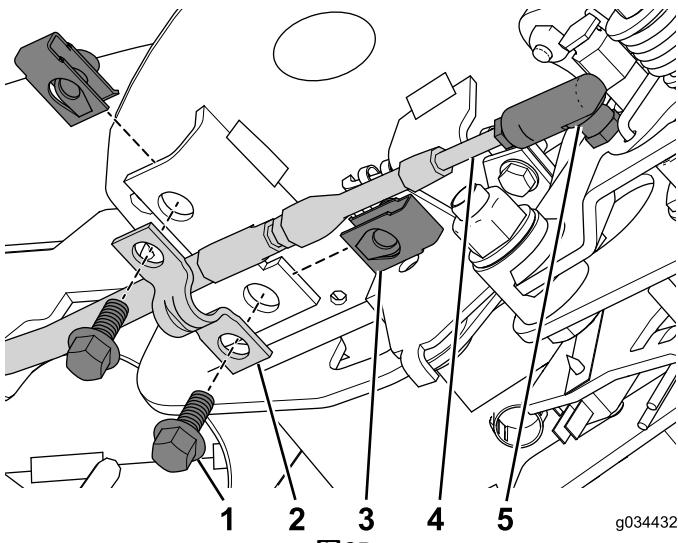

图25
3. 将空档锁电缆连接至电缆接头（图25）。
4. 将锁紧螺母安装到控制台总成上（图25）。
5. 使用 2 个螺栓 (1/4 x 5/8 英寸) 将带电缆夹的电缆固定到控制台总成上（图25）。